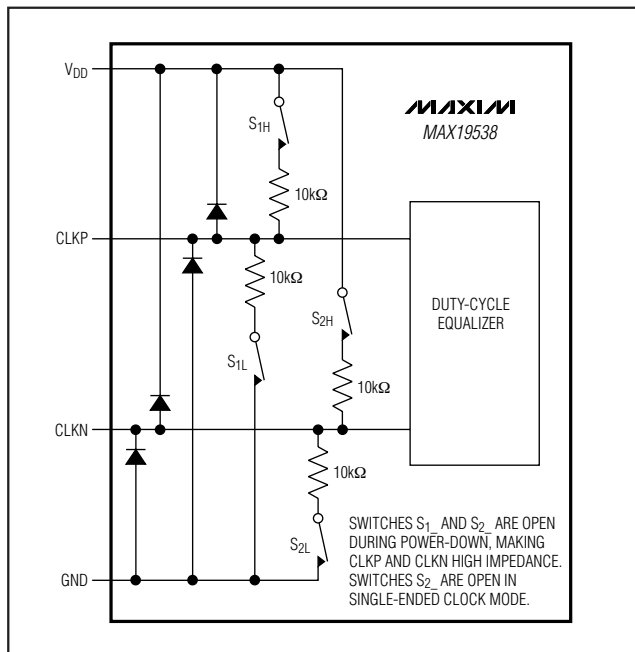

図5. 単純化したクロック入力回路
MAX19538がパワーダウンとなっているとき、CLKPとCLKNはハインピーダンスになります(図5)。
- CLKPとCLKNがハイインピーダンスになる(図5)。